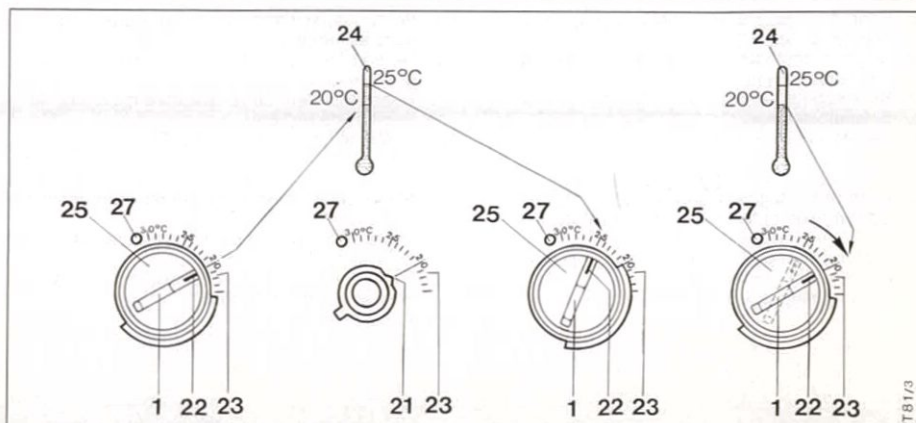

Fig. 7
Solleverare la molla di limitazione (26 a) ed inserirla al valore desiderato del campo di regolazione (nella fig. 8 b: 10). La scala si trova sul retro della manopola (25). Sollevare la molla di limitazione (26 b) ed inserirla al valore desiderato del campo di regolazione (nella fig. 8 b: 25). La scala si trova sul retro della manopola (25). Inserire la manopola (25) nella sua posizione originaria (nella fig. 8 b: 25 °C). Se la manopola (25) non è stata spostata come da paragrafo 12.2.2, la punta della freccia ed il contrassegno (21 e 22 nella fig. 7) si trovano l'una sull'altra. Applicare la parte superiore della scatola (10, fig. 2). Avvitare i fusibili nella cassetta dei comandi.
Inserire la manopola (25) nella sua posizione originaria (nella fig. 9: 20 °C). Se la manopola non è stata spostata come da paragrafo 12.2.2, la punta della freccia ed il contrassegno (21 e 22 nella fig. 7) si trovano una sull'altra. Applicare la parte superiore della scatola (10, fig. 2). Avvitare i fusibili nella scatola dei comandi della caldaia.
- 27 Limiting stop (see fig. 7)
- 27 Butée de limitation (voir fig. 7)